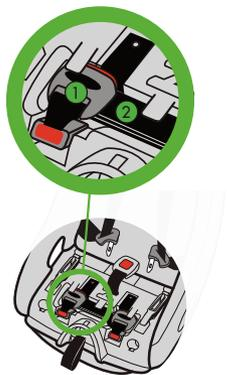

Figure 129
Insérez les ajusteurs du DUA (1) dans les renforcements carrés se trouvant derrière les connecteurs DUA, repliez l'excédent de la ceinture d'ancrage inférieure DUA (2) et insérez-le sous l'onglet entre les ajusteurs, tel qu'illustré dans la **Figure 129**.